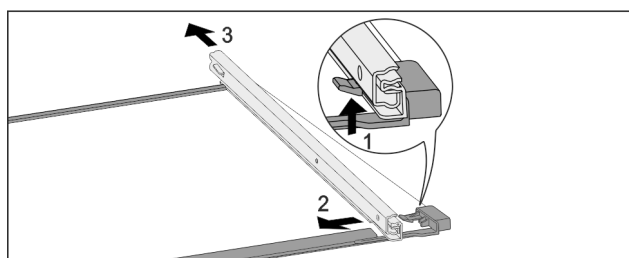

Fig. 142 Lasihylly kiskoilla
- Paina etummaista kiinnikettä ylöspäin. Fig. 142 (1)
- Siirrä vetokiskoa sivuun Fig. 142 (2) ja taaksepäin Fig. 142 (3).